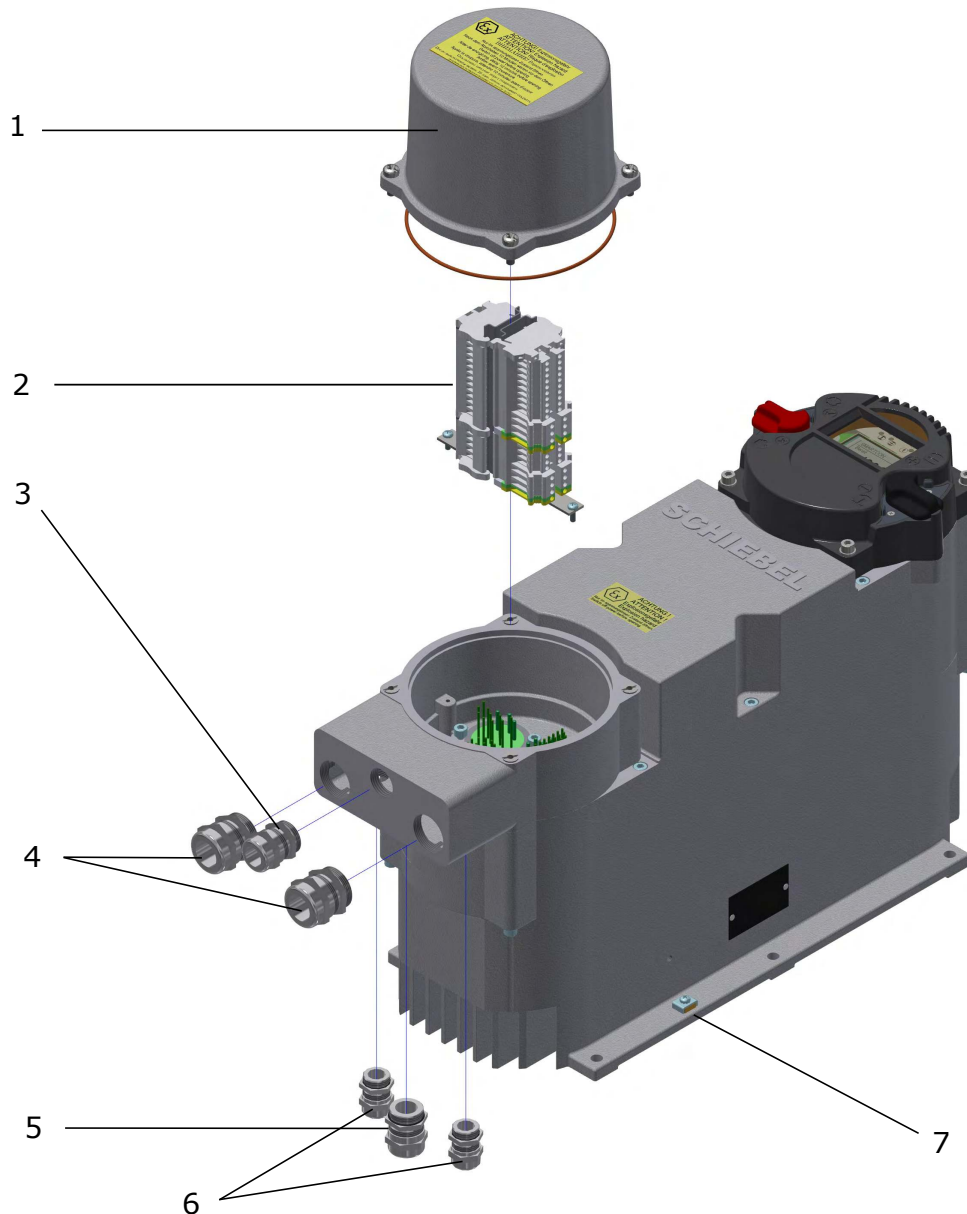

Bild 3: Anschluss Ex Version
- Bei **explosionsgeschützter Ausführung** bzw. auf Bestellung Anschluss der Steuerung über Klemmleiste (siehe Bild 3): Der maximale Leiterquerschnitt für die Steuerung beträgt $2,5\text{mm}^2$ und für den Leistungsanschluss 4mm^2